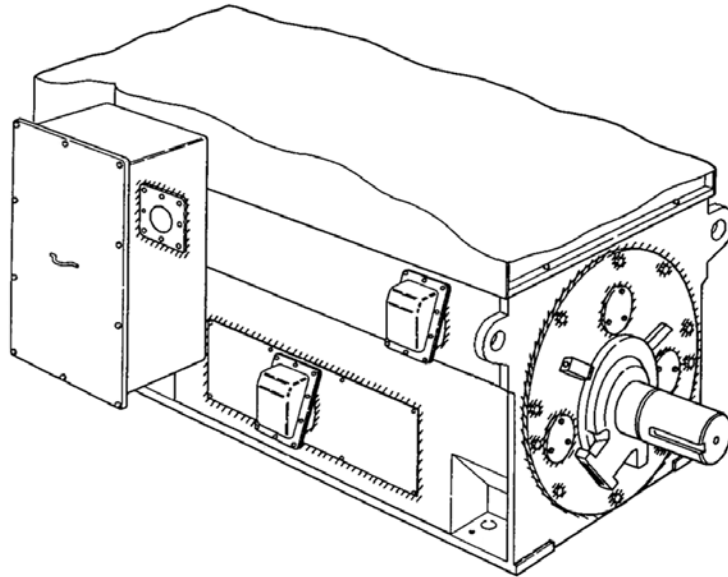

図13-14 シール剤充てん箇所
- (8) 屋外機に対しては、軸受回り組立後図13-14に示すようにシール剤を充てんしてください。
- 屋外機の場合、定期点検時に分解を行なった際は図13-14の箇所の外周部(ハッチング部)に必ずシール剤を充てんしてください。